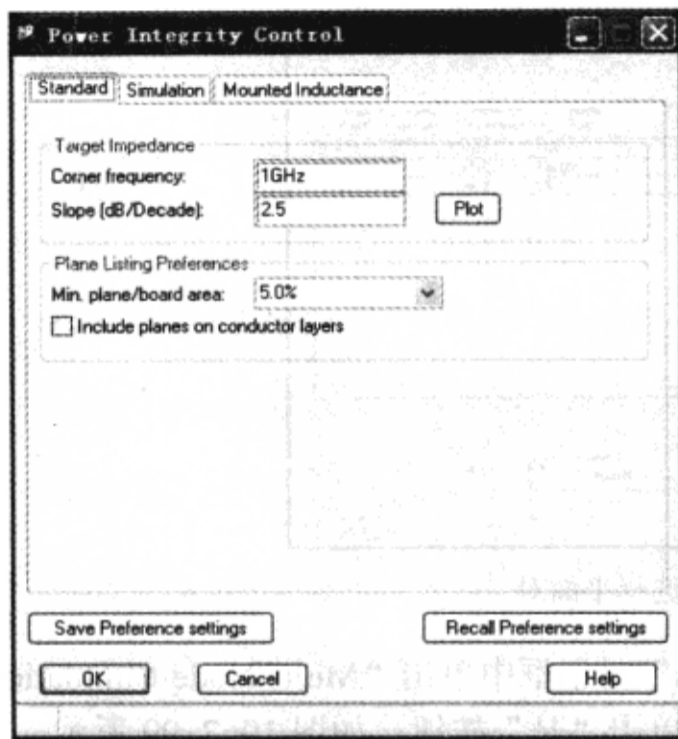

图 10-7-100 电源完整性控制参数设置窗口
结果如图 10-7-100 所示。
(1) 在“Power Integrity Design & Analysis”对话框中单击“Control”按钮，弹出“Power Integrity Control”对话框，在对话框中选择“Standard”标签页，如图 10-7-100 所示。